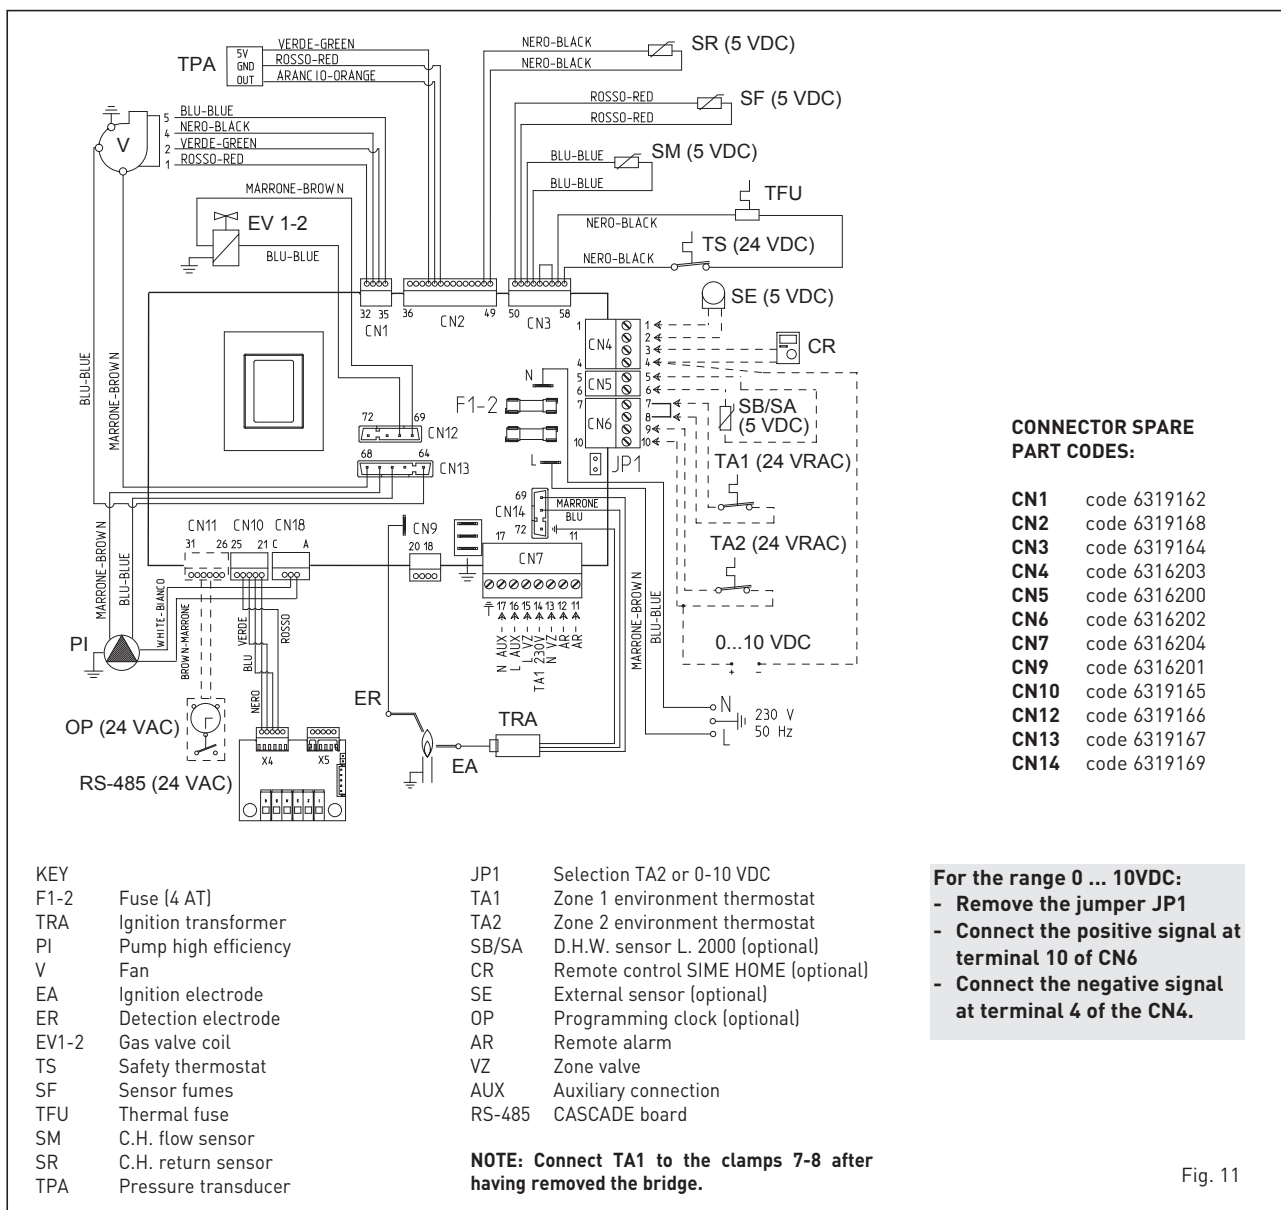

Fig. 11
2.8 BOILER ELECTRICAL (fig. 11)